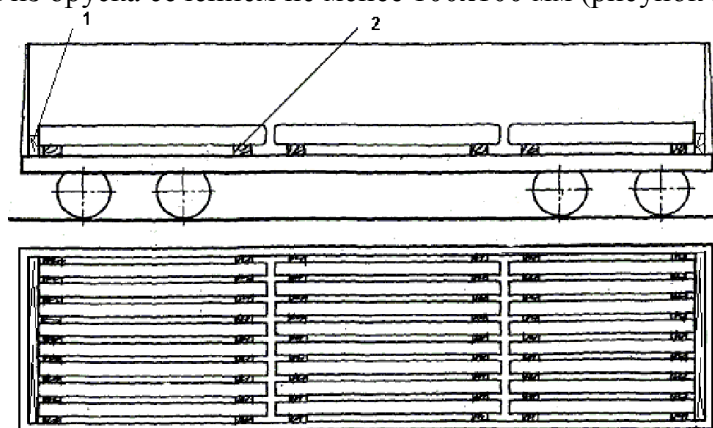

Рисунок 194
8.2.4. Блюмсы длиной свыше 3000 мм до 4000 мм включительно размещают в полувагоне в один ярус на подкладках сечением не менее 25х100 мм и длиной, равной ширине полувагона, тремя штабелями вдоль полувагона (рисунок 194). Две крайние подкладки укладывают между гофрами крышек люков в торцевой части полувагона, при этом концы их опираются на полки продольных угольников нижней обвязки полувагона. При наличии зазора в продольном направлении между штабелями блюмсов более 200 мм их раскрепляют поперечными упорными брусками сечением не менее 100х100 мм или распорными рамами из бруска сечением не менее 100х100 мм (рисунок 51).